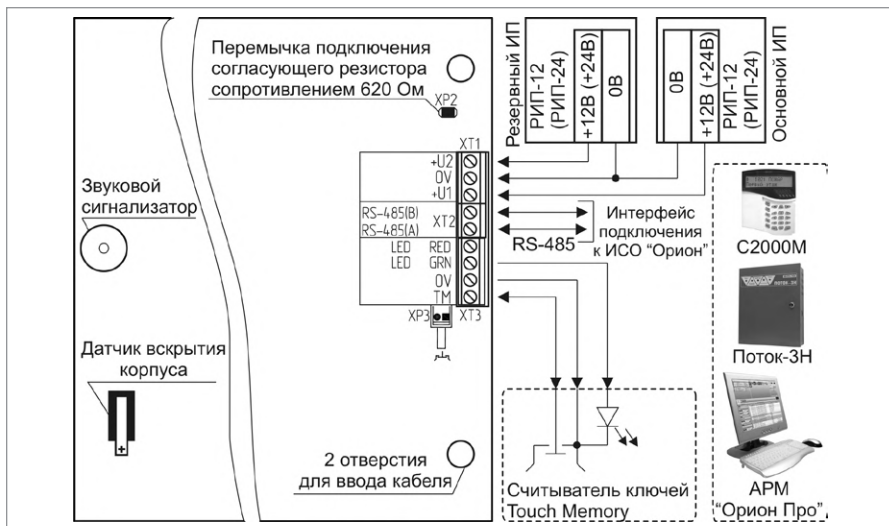

Рисунок 6. Схема внешних соединений блока «Поток-БКИ»
2. Подключение соединительных линий выполняйте в соответствии с проектной документацией и схемой на Рисунок 6.